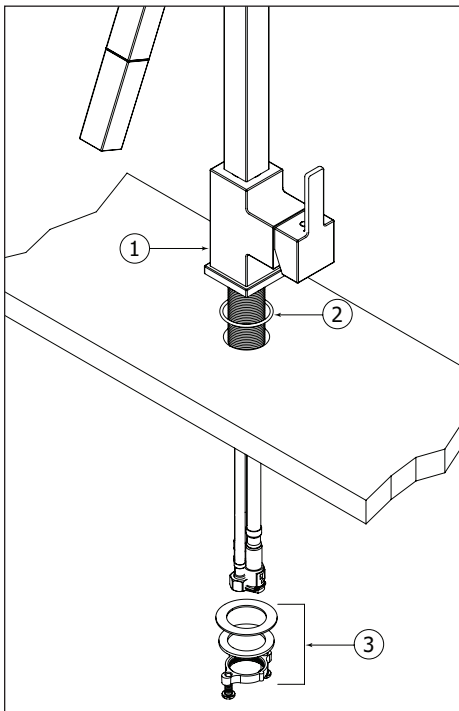

Fig.1
Insert the flexible hoses through the sink or countertop hole. Ensure to include metal ring (1) and rubber washer (2). Align faucet properly and secure firmly with mounting kit (3) (see Fig.1).
Insérer les flexibles dans le trou du lavabo ou du comptoir en s'assurant d'inclure l'anneau de métal (1) et la rondelle en caoutchouc (2). Bien aligner le robinet et le fixer fermement avec les pièces d'assemblage prévues (3) (voir Fig. 1).